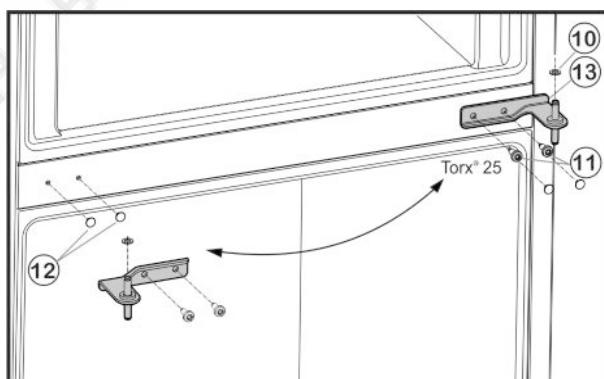

Fig. 5
- ▶ Открутите крепежные винты Fig. 5 (11) (2 шт. Torx® 25) и извлеките средний опорный кронштейн из нижней дверцы.
- ▶ Снимите пластиковую шайбу Fig. 5 (10).
- ▶ Аккуратно снимите крышки Fig. 5 (12) и вставьте их на противоположной стороне.
- ▶ Вставьте средний опорный кронштейн Fig. 5 (13) с поворотом на 180° в нижнюю дверцу и прикрутите с помощью крепежных винтов Fig. 5 (11)(2 шт. Torx® 25) на новую сторону шарнира (**с моментом 4 Нм**).
- ▶ Снова установите пластиковую шайбу Fig. 5 (10).
- ▶ Установите верхнюю дверцу на средний опорный кронштейн Fig. 5 (13).